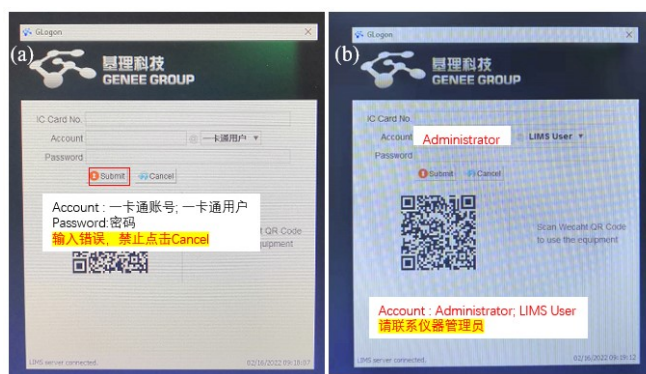

图 6-2
(1) 如图 6-2(a)，如界面显示“一卡通用户”，请在 Account 输入预约者的一卡通账户，Password 栏输入相应账户密码，点击 Submit;
(2) 如图 6-2(b), 如界面显示“LIMS User”, Account 显示 Administrator, 请与相关老师联系。